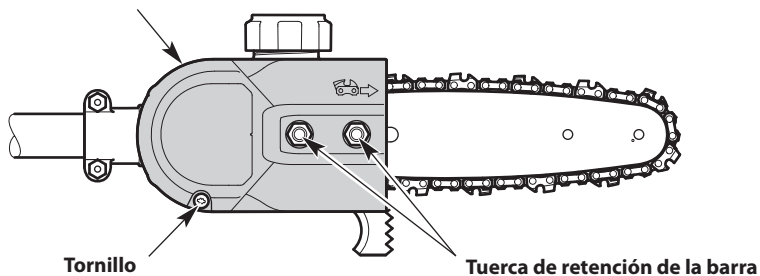

Fig. 11
1. Extraiga el tornillo y dos (2) tuercas de retención de la barra (1/2 pulgada) (Fig. 11).
2. Extraiga la cubierta de la barra (Fig. 11).
**NOTA:** Una cadena de sierra nueva tiende a estirarse y necesitará un reajuste luego de unos cinco (5) cortes. Esto es normal durante el período de ablande. El intervalo entre los ajustes futuros se alargará rápidamente.
1. Afloje las tuercas de retención de la barra, pero no las quite (Fig. 11).